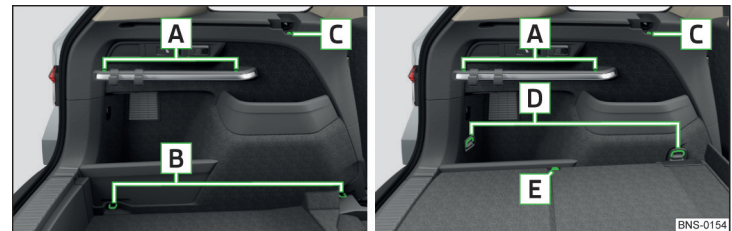
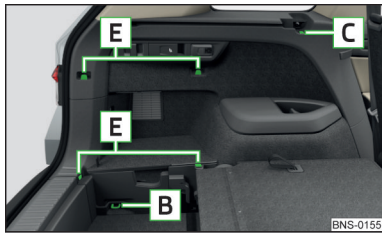

Abb. 140 Befestigungselemente: Variante 1 / Variante 2
Abb. 141
Übersicht der Befestigungselemente » Abb. 140 und » Abb. 141
Bei der gleichzeitig mit dem variablen Ladeboden und dem Reserve- oder Notrad ausgestatteten Fünfsitzer-Variante, können für die Befestigung der Längstasche die Verzurrösen **D** verwendet werden » Abb. 140 auf Seite 111.
- › Bei Fahrzeugen mit dem variablen Ladeboden die Karabiner in die vorderen Verzurrösen **D** einrasten » **Abb. 140 auf Seite 111**.